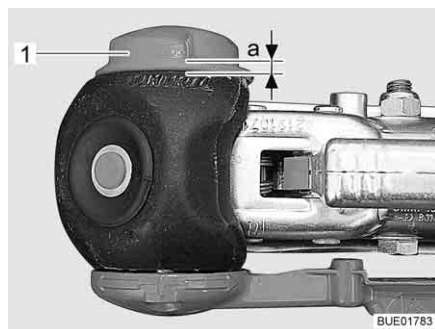

Fig. 208 Contrôle d'usure
- Tourner la molette de réglage (Fig. 208,1) vers la position de fermeture jusqu'à ce que vous ressentiez et entendiez le grincement du limiteur de couple. Sens de la rotation : dans le sens des aiguilles d'une montre.
- Distance  $a > 0$  (Fig. 208) : Usure à l'intérieur de la zone autorisée.